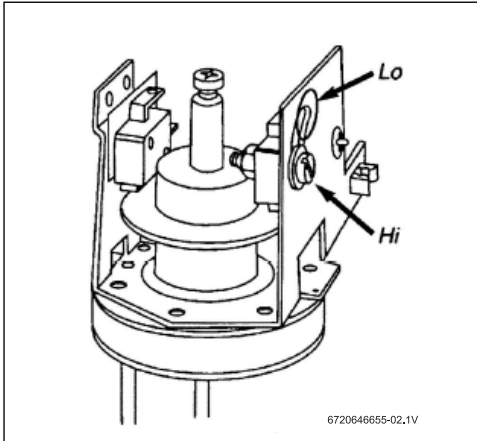

Fig. 5 Tornillo selector de alimentación
- ▶ Establezca el tornillo Selector de Alimentación (Fig. 5) en el ajuste que desee. Si se establece en LO, sólo un elemento de calentamiento se operará y la salida será la mitad de energía. Consulte la →Table 4 en la página 7 para aumento de temperatura en el flujo de varios rangos. Si el
El tornillo selector de potencia no lo ponga todo en "HI" (Alto).	Cambie el tornillo selector de energía a "HI", →consulte la Fig. 5 .